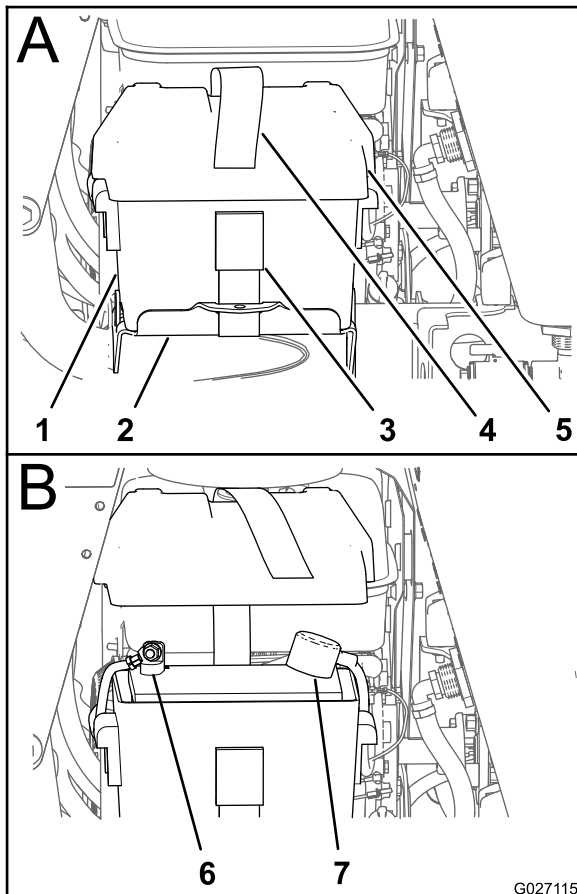

Figure 74
2. Sortez l'extrémité libre de la sangle de la batterie de la boucle et enlevez le couvercle du bac de la batterie (Figure 74).
5. Si le câble positif est également débranché, reliez le **câble positif (rouge)** à la borne positive de la batterie et placez le capuchon sur la borne positive (Figure 74).
7. Alignez le couvercle sur le bac de la batterie et fixez le couvercle et le bac sur le support de la batterie à l'aide de la sangle (Figure 74).
2. Déposez le couvercle de la batterie (Figure 74); voir l'opération 2 de Contrôle de la charge de la batterie \(page 64\).
6. Alignez le couvercle sur le bac de la batterie et fixez le couvercle et le bac sur le support de la batterie à l'aide de la sangle (Figure 74).